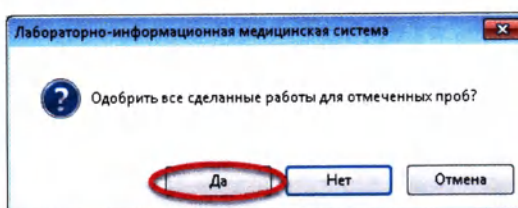

Рисунок 5.31
3. В появившемся диалоговом окне подтвердите одобрение работ для отмеченных проб, нажав кнопку «Да» (Рисунок 5.31):